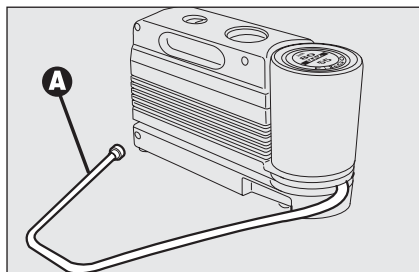
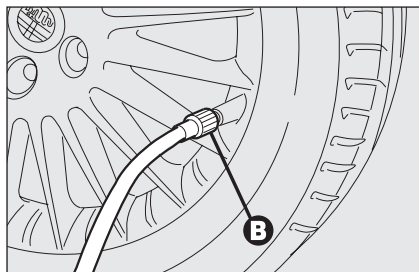

fig. 14
fig. 15
- svitare il cappuccio dalla valvola del pneumatico, estrarre il tubo flessibile di riempimento **A-fig. 14** ed avvitare la ghiera **B-fig. 15** sulla valvola del pneumatico;